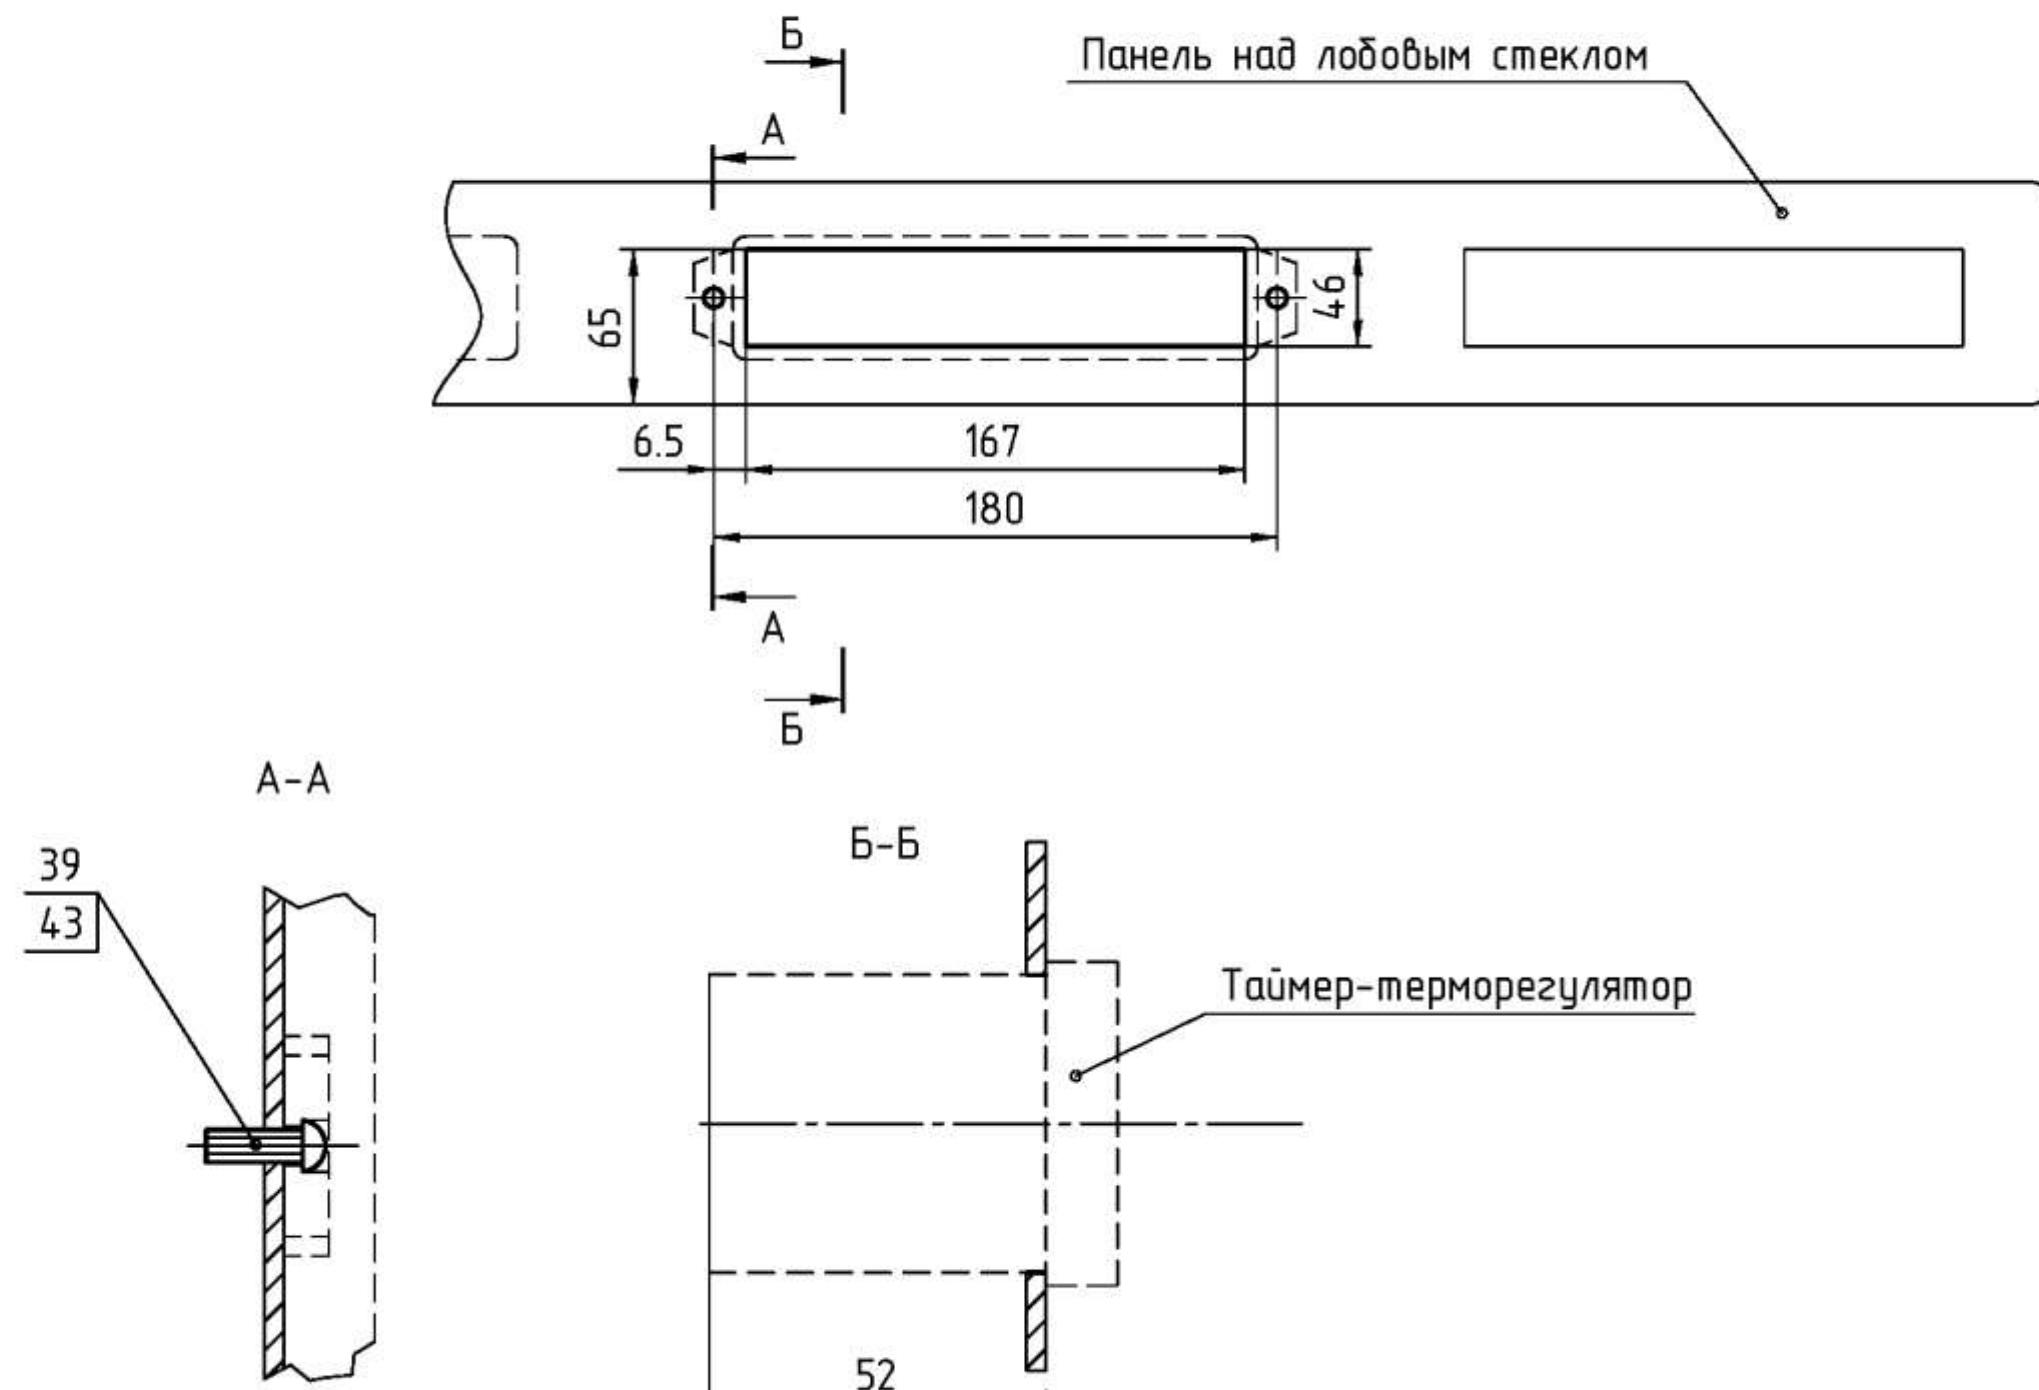

Рисунок 9 - Установка таймера-терморегулятора
3.4.3 На панели с левой стороны над лобовым стеклом (рисунок 9), размечается место для таймера-терморегулятора. В размеченном месте выполнить окно для установки и отверстия для крепления таймера-терморегулятора деталями поз. 39, 43.